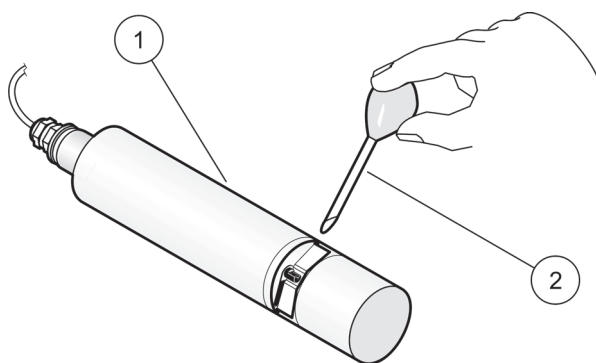

Figura 6 Comprobación de la calibración (versión para tanques)
- 9. **Versión para tanques:** retire el sensor del tanque, lave la trayectoria de medición con agua y rellénelo con la solución estándar (pipeta), vea la Figura 6 en la página 39.